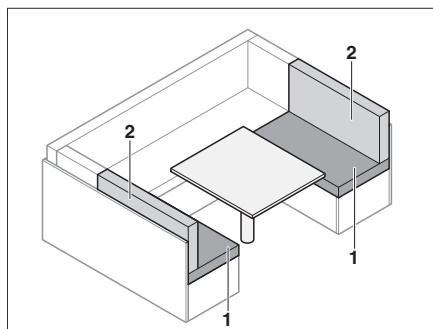

Fig. 70 Antes de la transformación
- Quitar el cojín del respaldo (Fig. 70,2).